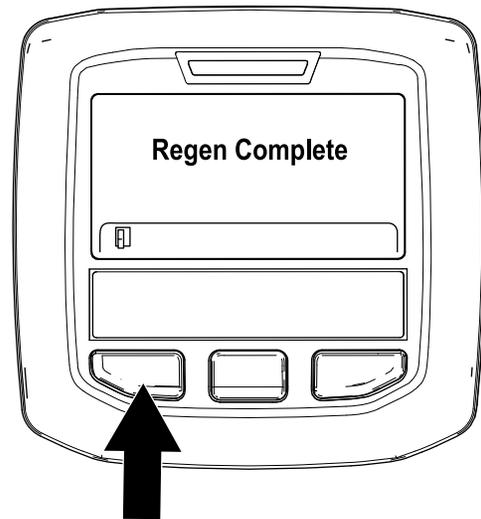

Figure 42
9. La régénération en stationnement est terminée quand le message « Regen Complete » (régén. terminée) s'affiche dans l'InfoCenter. Appuyez sur le bouton gauche pour quitter l'écran d'accueil (Figure 42).